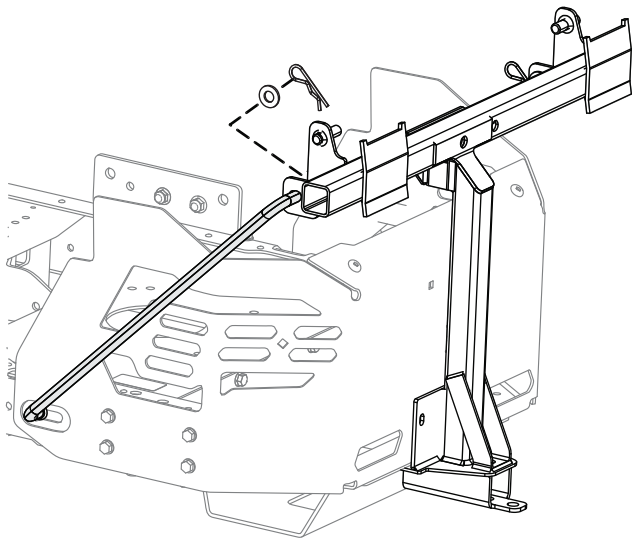

Figure 17
7. Placez l'extrémité évasée et coudée d'une tige dans le trou à détrompeur sur le côté gauche du cadre de la machine, et déplacez la tige vers l'arrière pour l'enclencher dans le cadre (Figure 17).
8. Insérez les extrémités coudées des tiges dans le support de fixation d'accessoire, comme montré à la Figure 17, et fixez-les avec une rondelle et une goupille fendue.